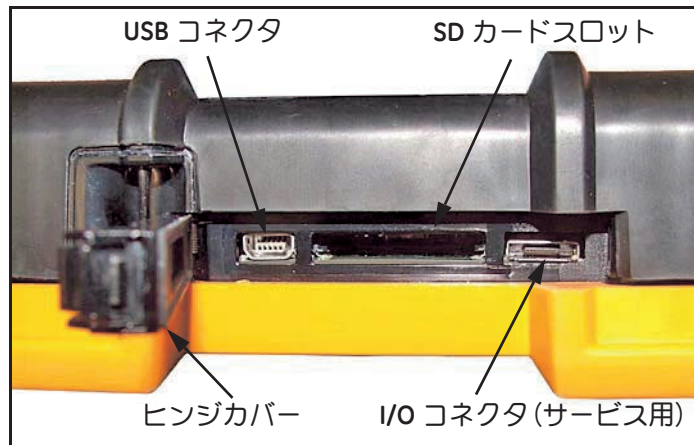

図 4: 本体上部
- キーの中央を長押しすると、**探傷モード**と**設定モード**が切り替わります（図 4）。
USM Go+ の表示画面を図 4 に示します。メニューの選択については、1.4.2 項および 1.4.3 項を参照してください。
以下の手順で探傷メニュー（図4の左）を操作することができます。
以下の手順で設定メニュー（図4の右）を操作することができます。